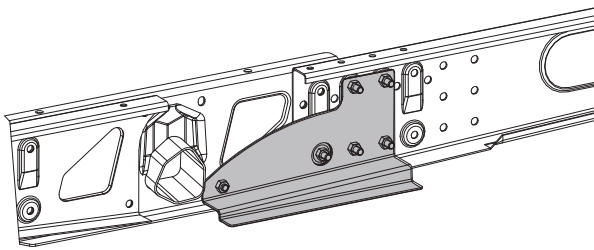

Abb. 18
- Geeignet für Wohnwagen bis 1800 kg und einem AL-KO M Chassis mit verschiebbaren Holmen (Abb. 18).